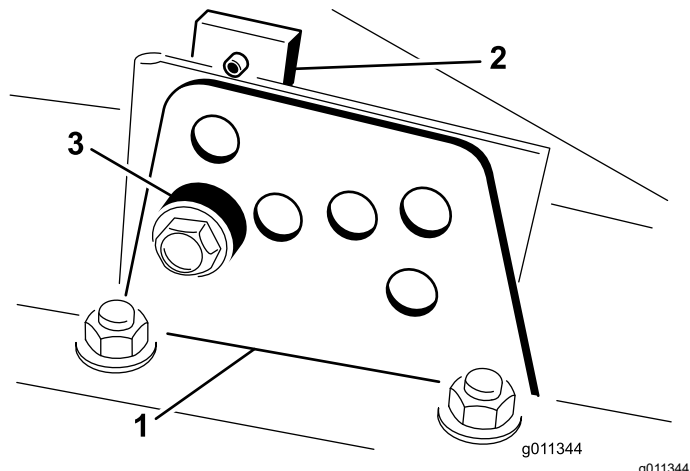

Figura 6
2. Allentate il bullone che fissa ogni staffa dell'altezza di taglio alla relativa piastra (lati anteriore e laterali), come illustrato nella Figura 6.
4. Supportate l'alloggiamento e togliete il distanziale (Figura 6).